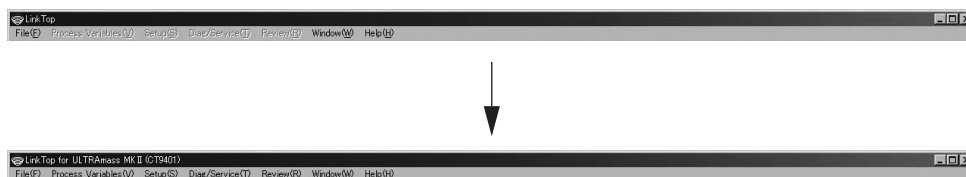

図11
- ⑨ 接続が完了すると図11のように、画面上部のメニューのうち、使用不可であったものが使用可能(メニューの文字が黒)となります。